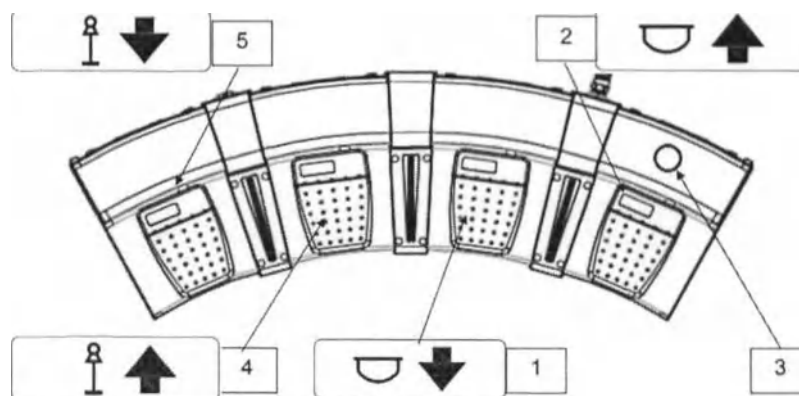

Рисунок 3.17 – Многофункциональные педали управления
Маммограф оснащен моторизованным приводом компрессионного устройства с функцией определения плотности тканей (FTSE). Данная функция позволяет оператору более точно контролировать процесс компрессии и, за счет ступенчатого и плавного движения компрессионной лопатки, обеспечивает больший комфорт пациенту. При контакте компрессионной лопатки с железой скорость движения лопатки замедляется и дальнейший процесс компрессии происходит с ступенчато (при достижении определенных значений силы компрессии движение компрессионной лопатки приостанавливается). Первая пауза возникает при достижении силы компрессии равной 30 Н (компрессионная лопатка на некоторое время приостанавливается, и спустя 1-2 секунды сила компрессии продолжает увеличиваться). При дальнейшем увеличении силы компрессии учитываются плотность железы: если ткани железы мягкие, то усилие компрессии увеличивается до максимального выбранного оператором значения; если железа плотная, компрессия автоматически останавливается при достижении силы 100 Н, и для дальнейшего увеличения силы компрессии, до выбранного оператором максимального значения, необходимо нажать педаль 1 (Рисунок 3.17) ещё раз. Если, при достижении выбранного оператором максимального значения силы компрессии, отпустить и нажать педаль ещё раз, усилие компрессии будет увеличиваться до максимально доступного значения (200 Н).
- 1) Для выполнения компрессии нажмите на педаль 1 (Рисунок 3.17). Компрессионная лопатка начнет опускаться.
- 2) Для выполнения декомпрессии/уменьшения силы компрессии нажмите педаль 2 (Рисунок 3.17).
- 3) Для быстрой декомпрессии нажатие кнопки 3 (Рисунок 3.17). Данная кнопка быстро освобождает железу от компрессии и возвращает компрессионную лопатку в крайнее верхнее положение.